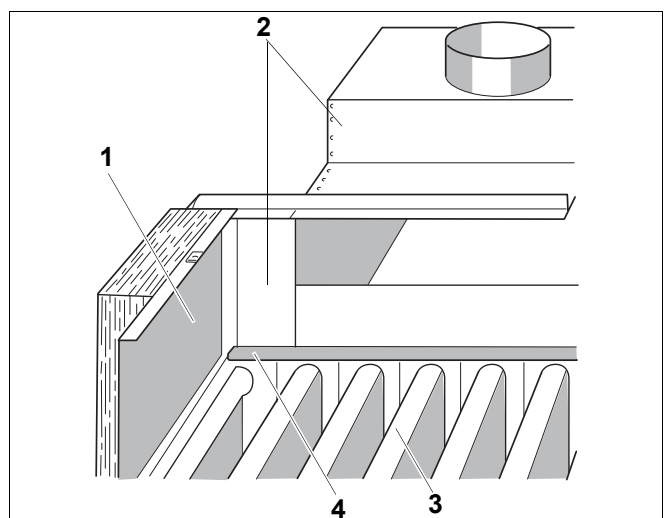

Рис. 9 Герметизация сборного канала на установке с двумя котлами
- Вставьте уплотнение внутри сборного канала (рис. 9, поз. 2) по всей длине котла:
- разрежьте прилагаемый уплотнительный шнур (рис. 9, поз. 4) на две равные части
- обе части сверху плотно вдавите между сборным каналом (рис. 9, поз. 2) и секциями котла (рис. 9, поз. 3).
- Установите и закрепите винтами крышки для чистки на коллекторах дымовых газов (рис. 9, поз. 1).